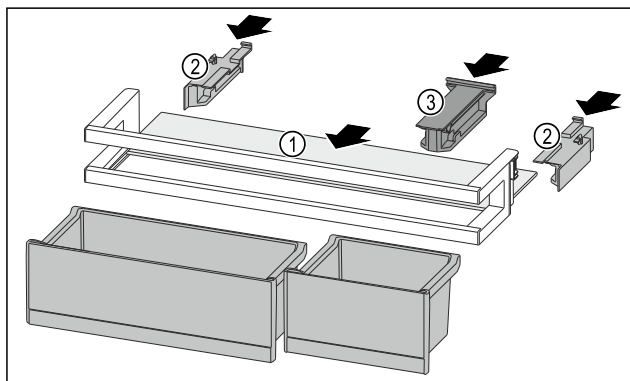

Fig. 233
- Futni raftin mbajtës Fig. 233 (1) në folëtë anësore.
- Vendosni pjesët anësore Fig. 233 (2).
- Vendosni pjesën mbajtëse Fig. 233 (3).